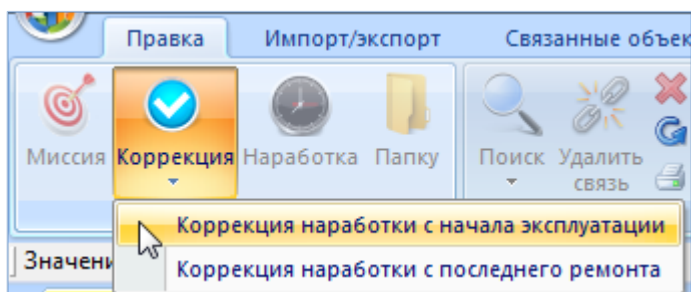

Рис. 13-362 – Создание коррекции наработки для состояния
5) Нажать кнопку «Коррекция» панели «Создать» и в раскрывшемся списке выбрать пункт «Коррекция наработки с начала эксплуатации» или «Коррекция наработки с последнего ремонта» (рис. 13-362).